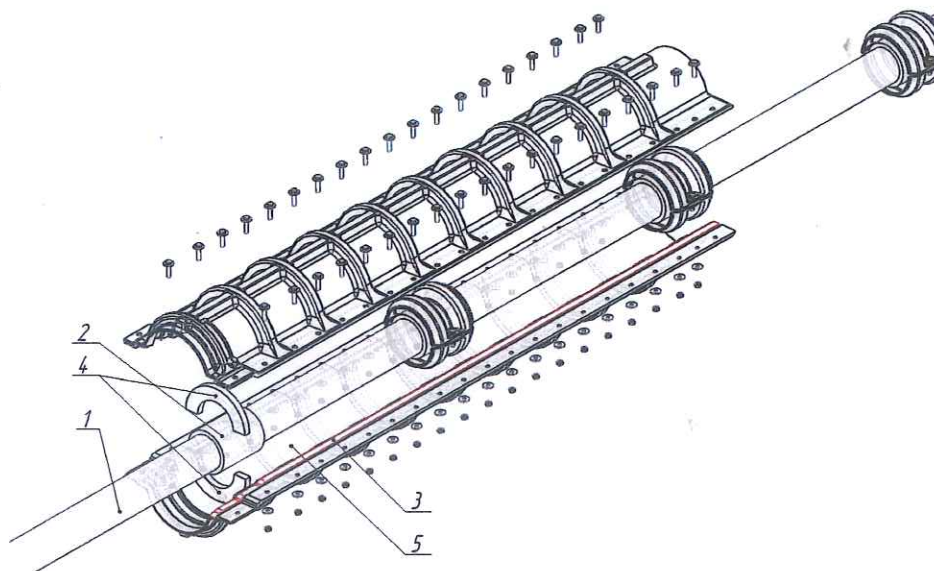

Рисунок 5 – Монтаж верхнего кожуха первой секции защитного LFI футляра
3.3.12 Следующим этапом является установка верхнего кожуха (рисунок 5) и соединение с нижним кожухом оцинкованным крепежом. Затяжка болтов осуществляется равномерно от центра защитного футляра к концам футляра. Уси-
3.3.14 Произвести смазку техническим вазелином поверхность прокладок резиновых, контактирующих с верхним кожухом футляра защитного. Установить верхний кожух футляра защитного на нижний кожух и скрепить болтами из оцинкованной стали – рисунок 5. Затяжка болтов осуществляется равномерно от центра защитного футляра к концам футляра.